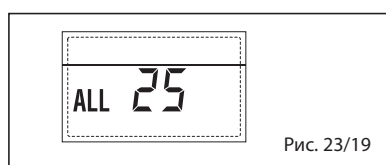

Рис. 23/19
– **КОЛИЧЕСТВО ПОДСОЕДИНЕННЫХ ПЛАТ «ALL 29» (рис. 23/23)**